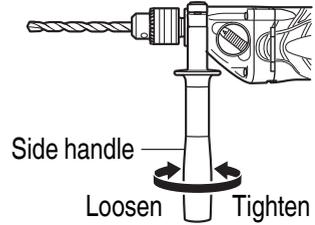

Fig. 6
7. Fixing the side handle (**Fig. 6**)